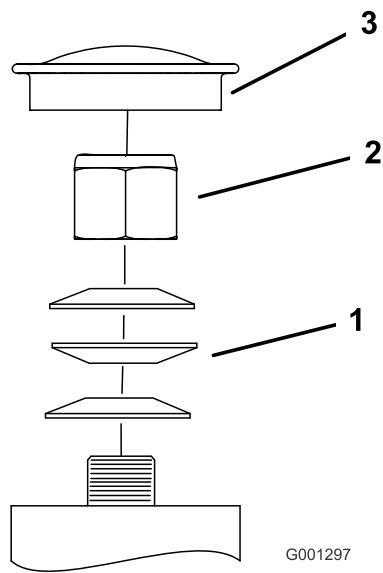

Figura 74
3. Retire el tapón guardapolvo de la rueda giratoria y apriete la contratuerca (Figura 74).
4. Apriete la contratuerca hasta que las arandelas de muelle estén planas, luego afloje  $\frac{1}{4}$  de vuelta para establecer la pre-carga correcta de los cojinetes (Figura 74).
**Importante:** Asegúrese de que las arandelas de muelle están correctamente instaladas, según se muestra en Figura 74.
5. Coloque el tapón anti-polvo (Figura 74).